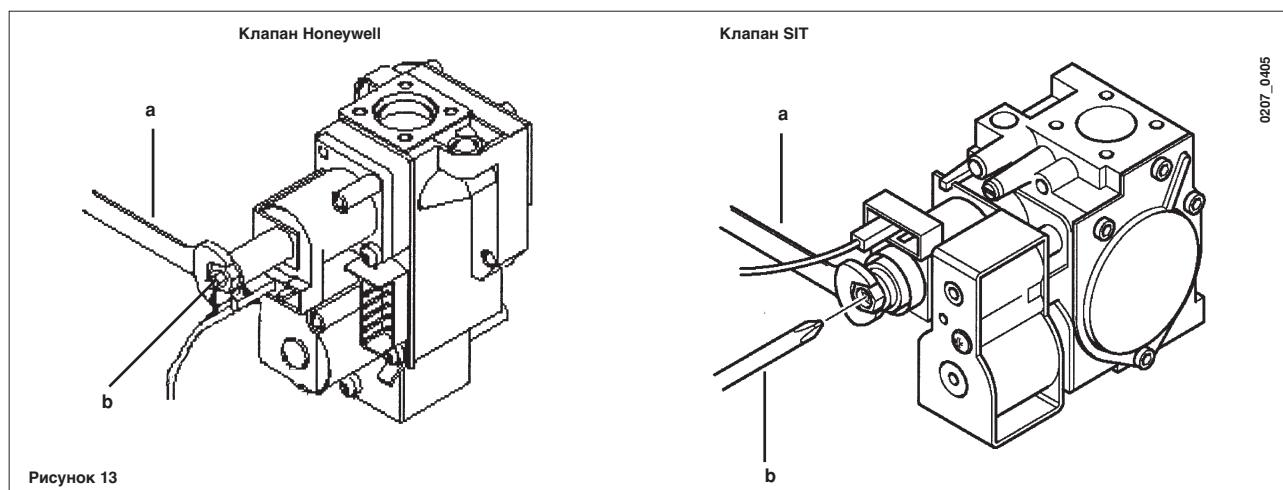

Рисунок 13
- Открыть газовый кран и повернуть ручку (1) в положение ЗИМА (↗).
- Регулировать латунный винт (поз. а на рис. 13) так, чтобы получить давление, указанное в таблице 1 на странице 106.
- Отсоединить питающий кабель модулятора и развинчивать винт (поз. б на рис. 13) до достижения требуемого при пониженной мощности давления (см. таблицу 1 на странице 106).